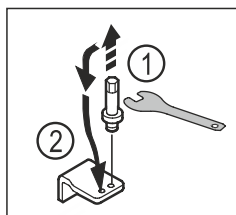

Fig. 14
- ▶ Выкрутите болт на нижнем опорном кронштейне при помощи ключа с наружным шестигранником SW5. *Fig. 14 (1)*
- ▶ Установите болт на противоположной стороне. *Fig. 14 (2)*